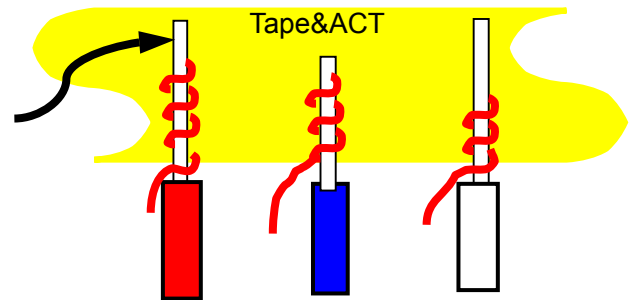

图 7.8
- 1.2 反折相邻的脚。如图 7.8
- 2.1 为避免在 PVC 与漆包线连接线头于 Nomex Paper 的固定处形成短路，故须以隔离胶布将各线头分隔开，将 Pin1.3 弯起用胶布包住 Pin2 缠绕一圈后，将 Pin1.3 压平再贴第二层胶布。(参阅附图 7.8)